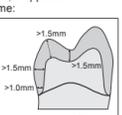

Figura 1
- Lo spessore minimo della parete dovrebbe essere 1,5 mm, 1,0 mm sui margini. Preparare i margini con un bisello profondo o una spalla arrotondata. (Figura 1)